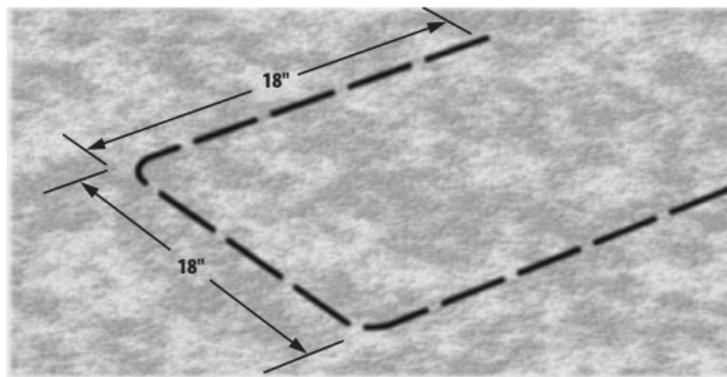
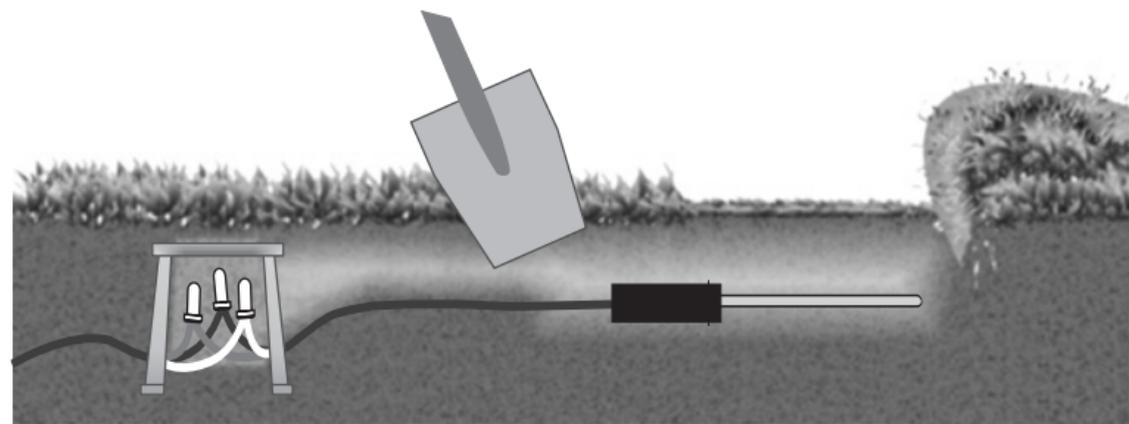

Figura 3
Figura 4
- Utilizzando la pala con lama piatta, definire tre lati di un quadrato di 45 x 45 cm, profondo 15 centimetri. Il fondo dovrebbe essere a U (vedere Figura 3). Spingere la pala sotto la zolla fino a circa 10 cm di profondità e rovesciare la zolla lasciando esposta una quantità di terreno profonda da 7 a 10 centimetri. A circa 15 centimetri di distanza dal lato di questa apertura, scavare un buco simile per poter accomodare il pozzetto per valvole da 7". Questo pozzetto per valvole (scatola di cablaggio) sarà utilizzato per giuntare i cavi aggiuntivi dal sensore al cavo di zona identificato nel passaggio 3. Scavare una traccia dal pozzetto per valvole da 7" alla base dell'apertura quadrata da 45 cm creata per il sensore (vedere Figura 4).